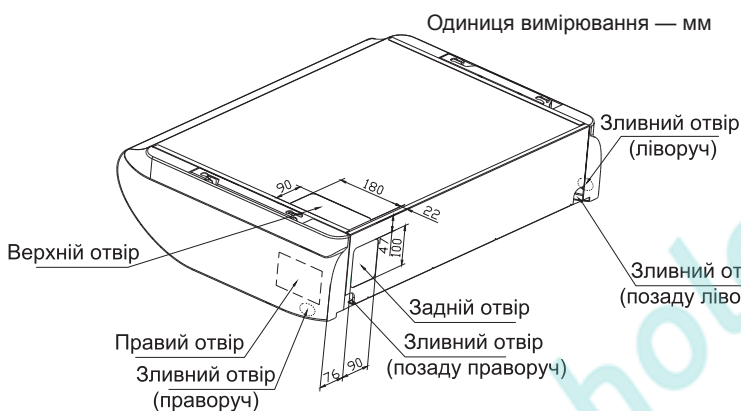

Рис. 3.3.3
- ✗ Труби можна виводити в трьох напрямках (ззаду, праворуч або зверху) (див. рис. 3.3.3).